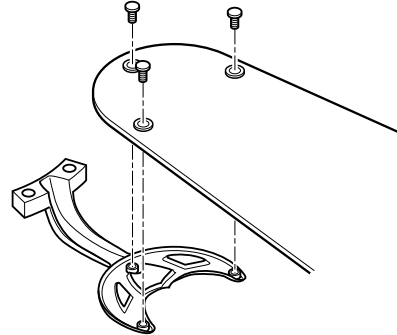

Figura 7b - Forma de fijar la paleta del ventilador al soporte de hierro
2. Atornille cada paleta al soporte de hierro usando tres tornillos como se muestra en la Figura 7b.